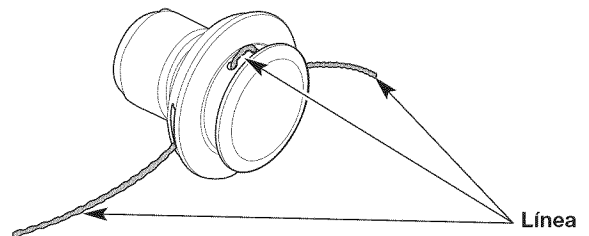

Fig. 19
4. Hale los extremos de la línea hasta que la misma esté apretada contra el cabezal de corte. Asegúrese de que los extremos de la línea sean de igual longitud (Fig. 19).